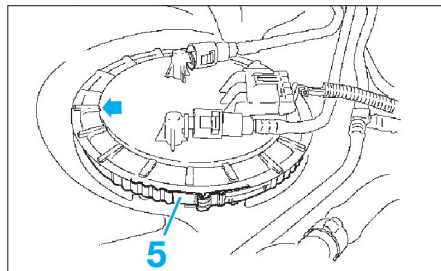

FIG. 24
- Déposer le collier (5) (Fig.24).